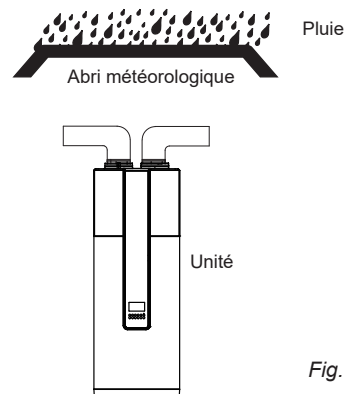

Fig. 3-14
- Si la pluie pénètre dans les composants internes de l'appareil, ceux-ci peuvent être endommagés ou présenter un danger physique. (Fig. 3-14)
- En ce qui concerne le raccordement de l'unité à un conduit allant vers l'extérieur, une mesure fiable de résistance à l'eau doit être mise en place sur le conduit, afin d'empêcher l'eau de tomber à l'intérieur de l'appareil (Fig. 3-14).